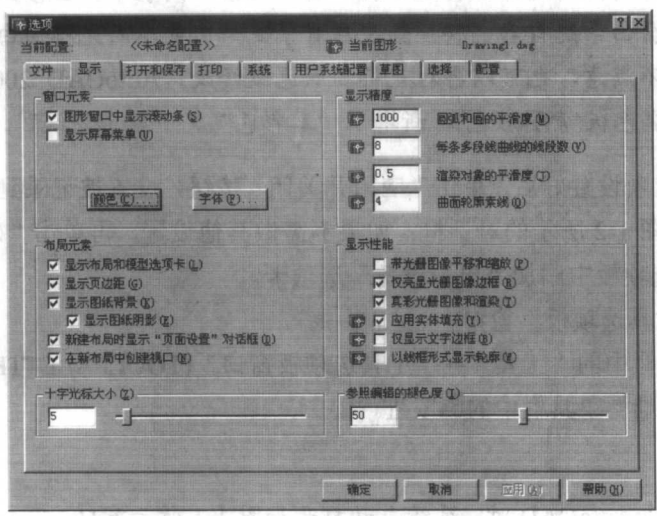

图 1-2 “选项”对话框之“显示”选项卡
② 选择菜单栏中的“工具”→“选项”(OPTIONS)命令，在弹出的对话框中打开“显示”选项卡，如图 1-2 所示。
⑤ 当所有选项设置好后，单击“应用并关闭”按钮，设置被记录到系统注册表中并关闭对话框回到图 1-2 所示的对话框；如果不需做其他设置，再单击“确定”按钮退出。
(2) 在工具选项板中添加“电力设备”选项卡。
① 打开“工具选项板”窗口。